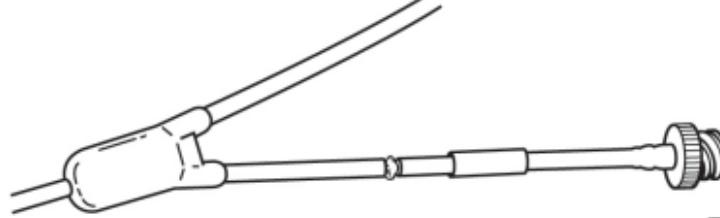

Fig. 13
4. Breng kleefpasta aan op de naad (fig. 13).